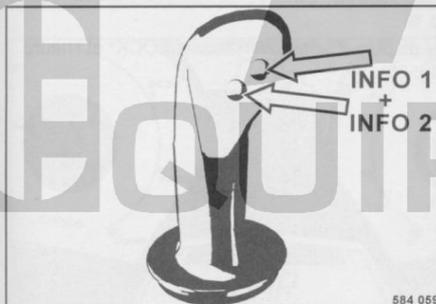

fig. 62
- Appuyer sur les deux touches Info (fig. 62) pendant plus de trois secondes pour accéder au mode d'enregistrement.